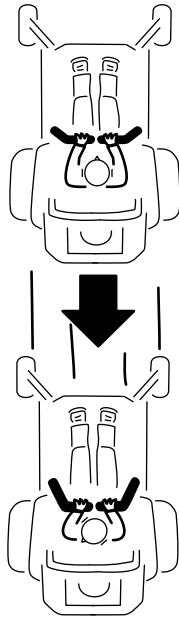

Figura 29
2. Para andar para trás, puxe as alavancas de controlo do movimento lentamente para trás (Figura 29).